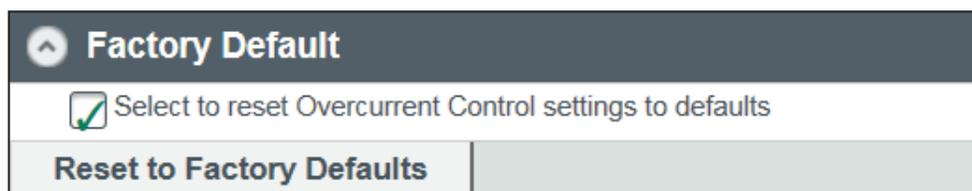

Figura 35. Menú de reajuste de la configuración de fábrica (Factory Default).
- PASO 2.** En el menú Factory Default, seleccione en la casilla de Select to reset Overcurrent Control settings to defaults (Seleccione para restablecer a predeterminada la configuración del Control de Sobrecorriente). Ver la Figura 35.